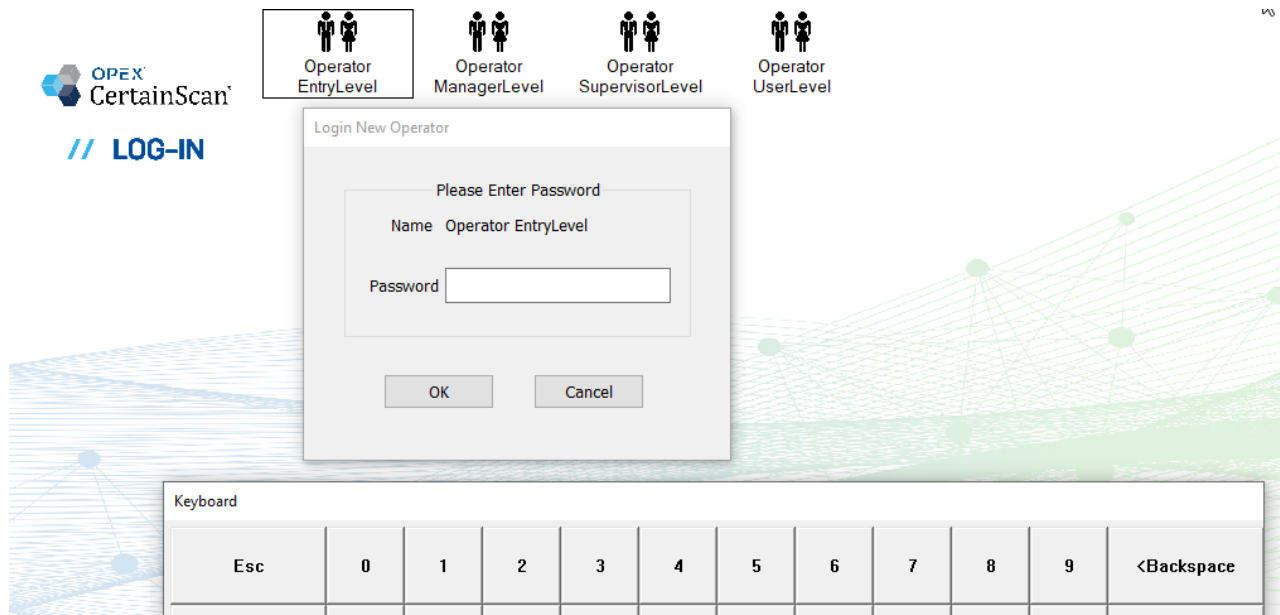

Figura 3-5: Introducir contraseña
2. Introduzca la contraseña (Figura 3-5).